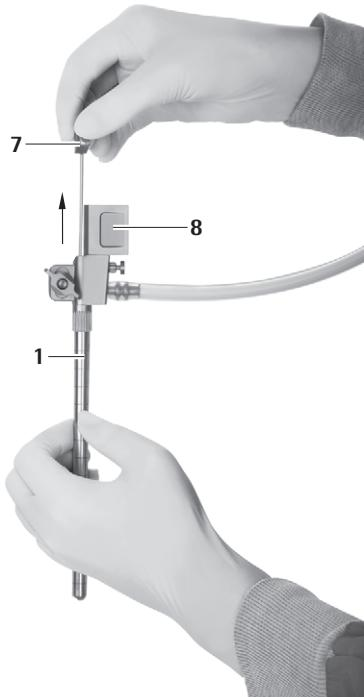

Fig. 9
- ▶ Retirar cuidadosamente o obturador para o canal de trabalho oval 7 do trocarte MINOP InVent 1, ver Fig. 9.